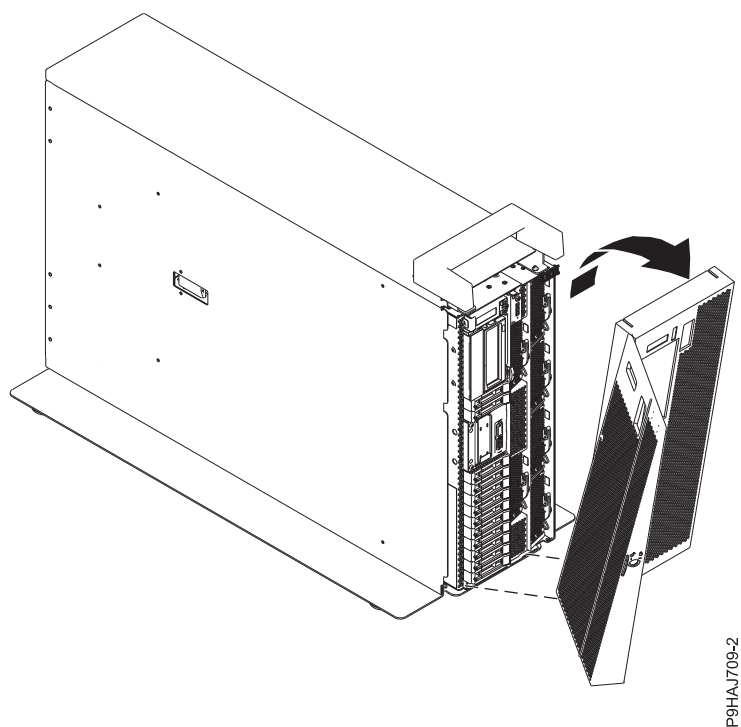

Abbildung 41. Vordere Abdeckung ausbauen
4. Ziehen Sie die Abdeckung aus dem System (siehe Abb. 41). Die Abdeckung weist eine Vertiefung auf, an der Sie sie leichter festhalten können.